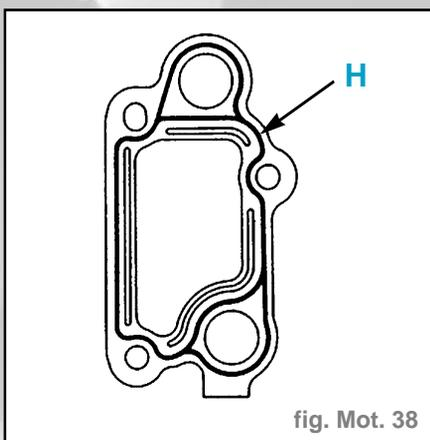

fig. Mot. 38
- Reposer le support de thermostat, l'étanchéité étant réalisée grâce à du **Loctite 518**. Le cordon (H) doit avoir une largeur de **0,6 mm à 1 mm** et appliqué suivant le schéma (fig. Mot. 38)